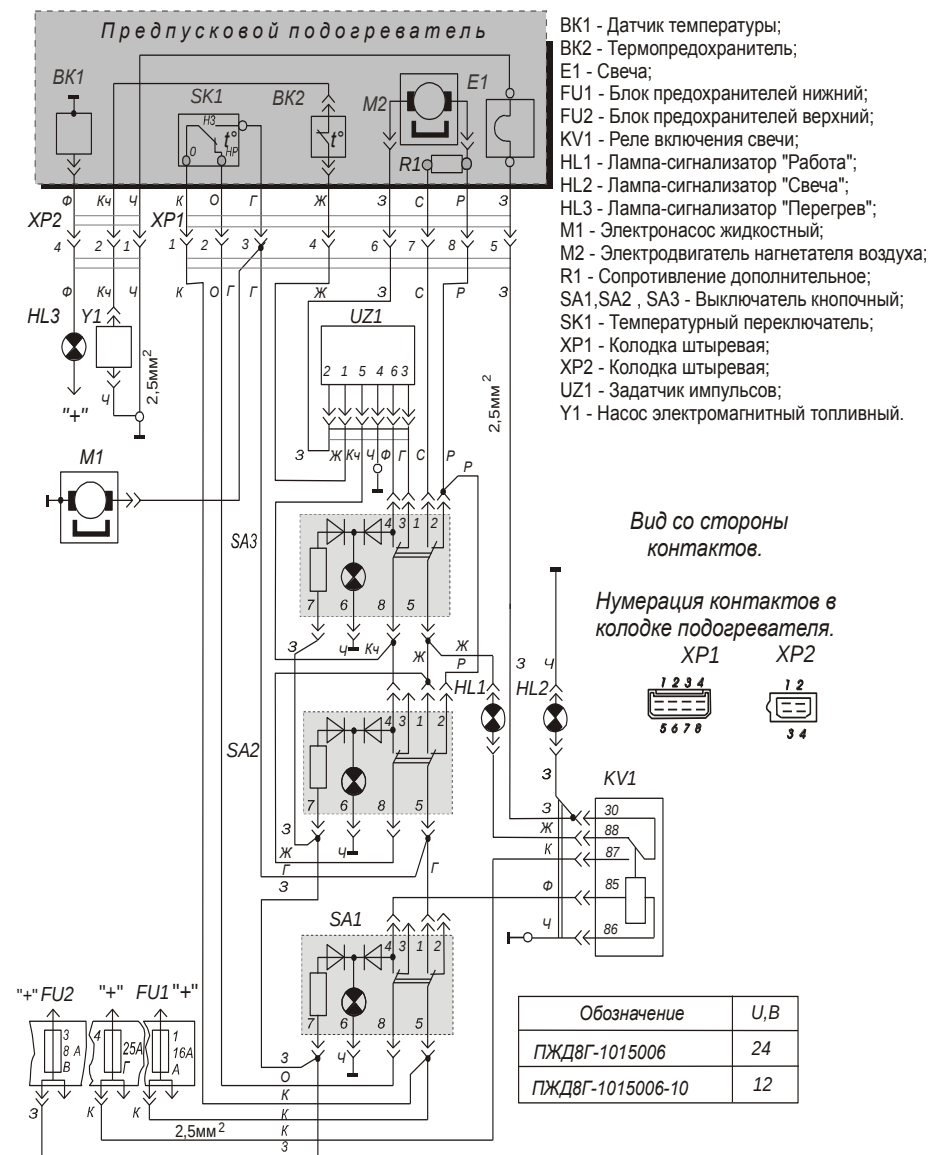

Рисунок 5 - Схема электрическая принципиальная.
- включить свечу накаливания *E1* (рисунок 5) нажатием кнопки выключателя свечи *SA1*, при этом должна загореться лампа сигнализатора накала свечи “Свеча” *HL2*. Одновременно включаются нагнетатель воздуха *M2*, обеспечивающий начальную продувку и жидкостный электронасос *M1*.
При отсутствии горения в подогревателе кнопка прижата к штоку таким образом, что в микропереключателе замкнуты клеммы “*O*” и “*HP*” (рисунок 5). При горении трубка с кварцевым стержнем нагревается и за счет разности коэффициентов линейного расширения трубки и стержня, происходит опускание штока. Кнопка освобождается, замыкаются клеммы “*O*” и “*H3*”.